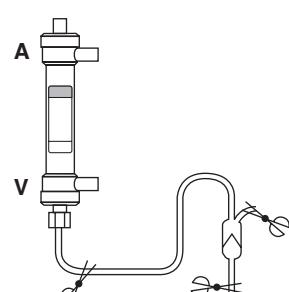

Fig.2/Abb.2/Εικ.2
4) Sluit de veneuze slang aan op de veneuze poort van de dialysator. (Fig. 2)